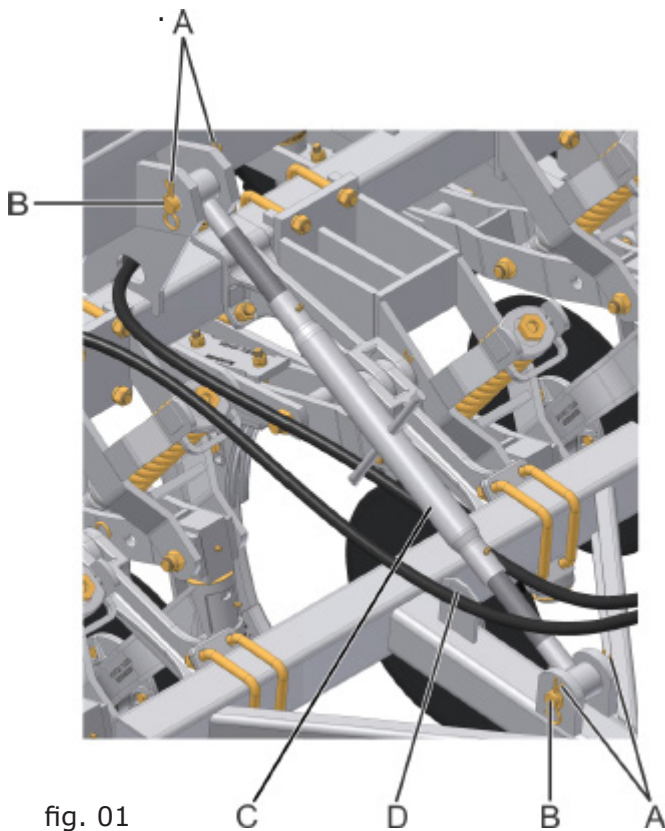

fig. 01
Para mantener suspendido el cabezal, retire los pasadores traba tipo "R" (A) (fig. 01) de los pasadores (B) del brazo tercer punto (C). Retire el pasador (B) y así mismo el brazo del tercer punto (C).